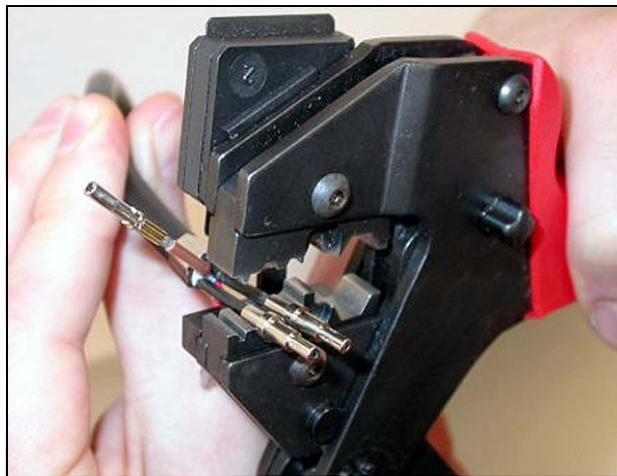

figura 20.24: Crimpatura delle armature (2)
- 24 Inserire entrambe le armature nella pinza a crimpare (utensile 3, vedere figura 20.24).